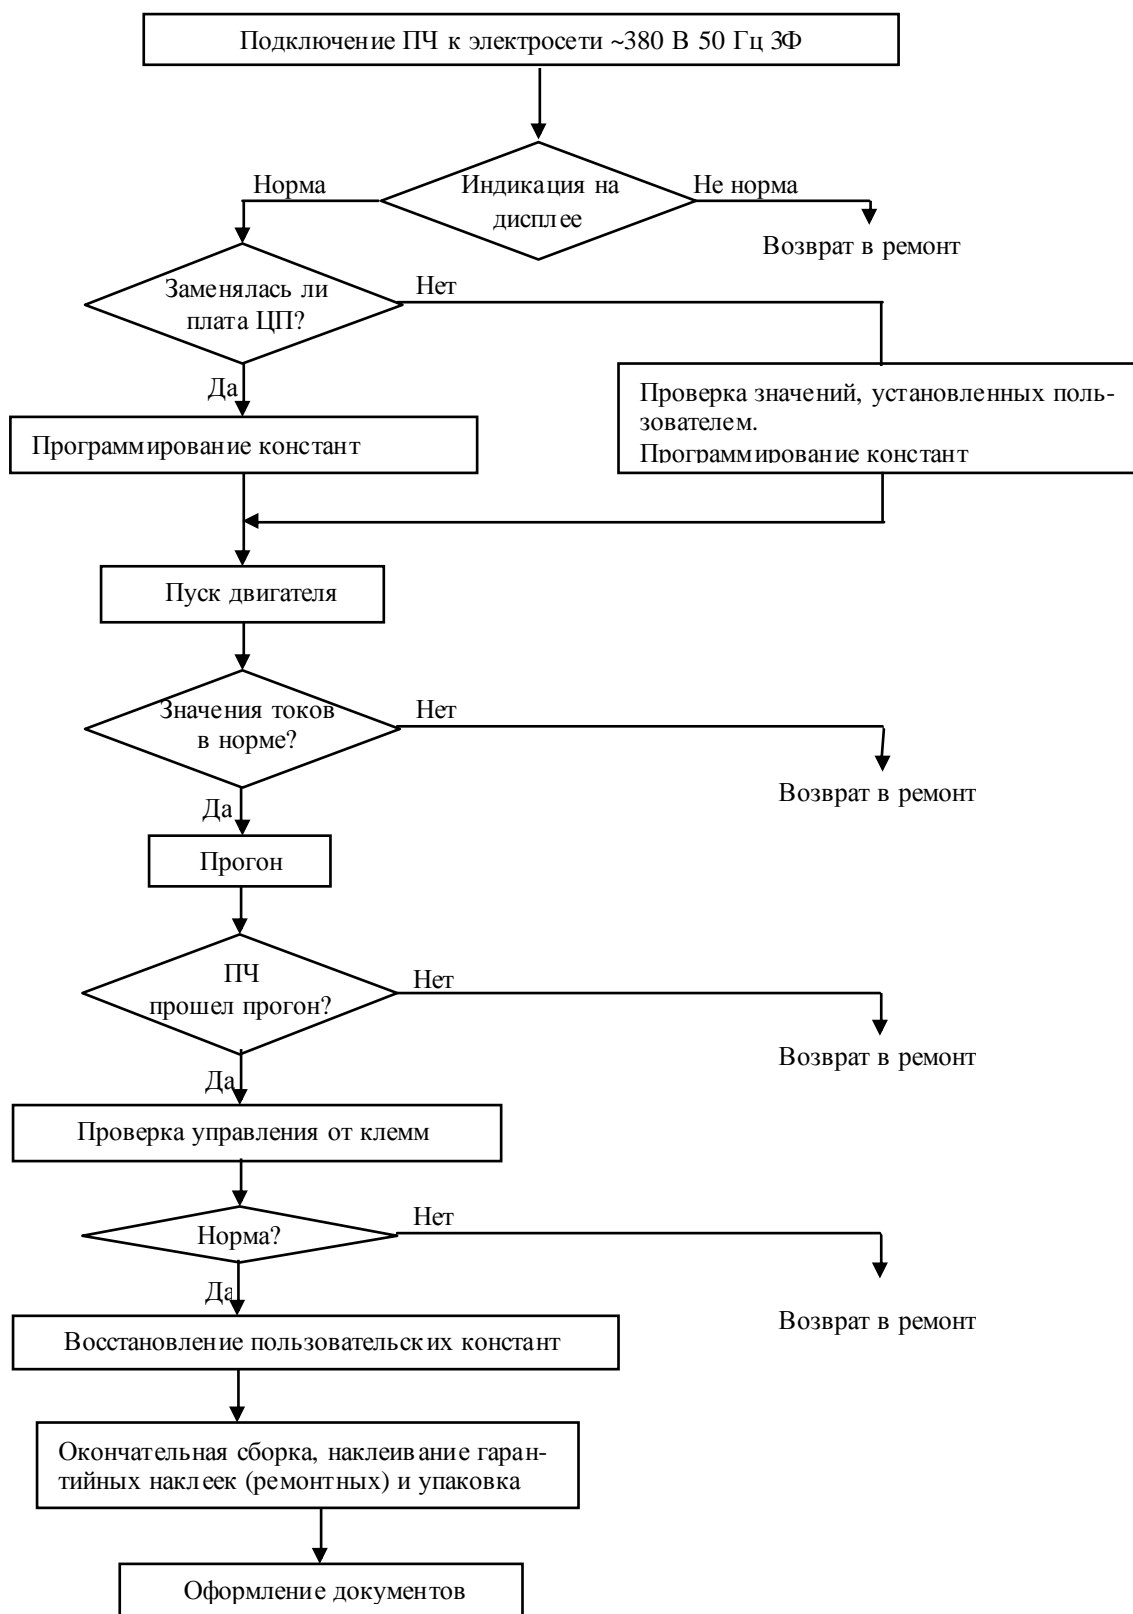

Рис. 8.1 Блок-схема выходного контроля
8.1 Блок-схема выходного контроля преобразователей частоты E2-8300-040H, -050H приведена на рис.8.1.